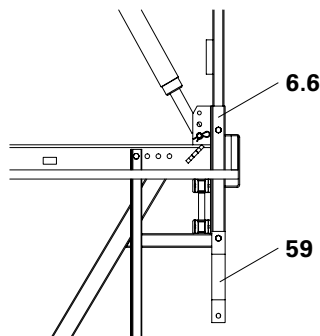

Fig. B1.34a
1. Fissare l'attacco tenditore di sicurezza CB (59) con l'apposita vite M16 x 100, Ch 24, al tubo verticale della mensola CB 160 (6.6). (Fig. B1.34a)